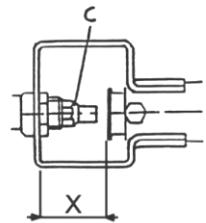

Abb. 2
c) Einstellung der Primärluft (Abb. 2)
Der vorgesehene Abstand für die Einstellung der Primärluft ("X") ist in der **Abb. 2** sowie in der **Tabelle 2** angegeben. Nach Austausch der Düsen die Primärlufteinstellung aller Gasbrenner überprüfen.